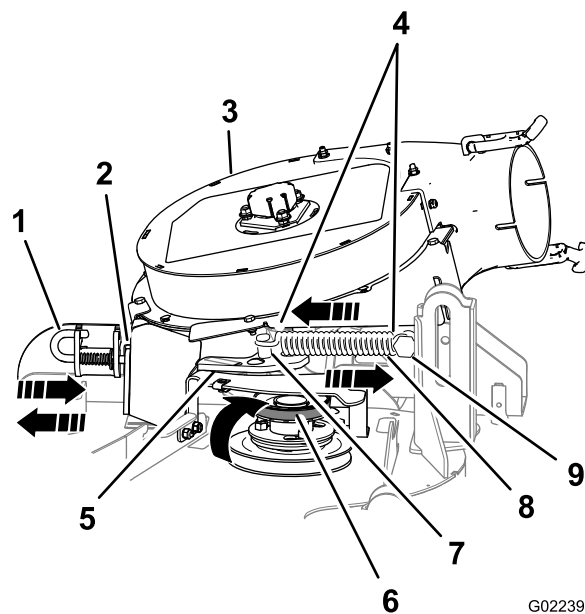

図 8
1. 固定されているスプリングポストから、スプリング付きアイドラプーリを引き離し、アイドラプーリからベルトを外す (図 8)。
2. アイドラピボット・ブラケットを固定スプリングポスト側に移動させる。アイドラスプリング・ポストからスプリングのフック部を外す (図 8)。
3. ブローアラッチのピンを開いて、ブローアをデッキ側に回し、ラッチのピンをシュートブラケットに固定する（図 8）。
6. アイドラ/テンションプーリを、固定スプリングポスト側に倒して、スプリングのフックをアイドラスプリングポストに取り付ける（図 8）。